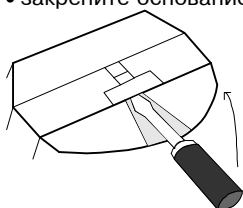

Рис.1
- вставьте отвертку в щель фиксатора в верхней части крышки детектора, отожмите фиксатор, поднимая ручку отвертки вверх (рис.1) и снимите переднюю крышку;
- снимите переднюю крышку детектора (см. рис. 1);